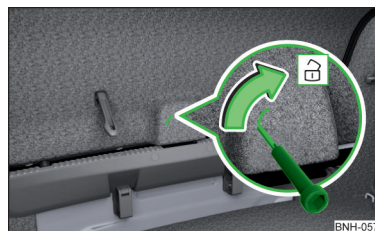

Fig. 258
- › Introduceți în degajarea din capitonajul capotei » fig. 258 o șurubelniță sau o altă unealtă asemănătoare, până la capăt.